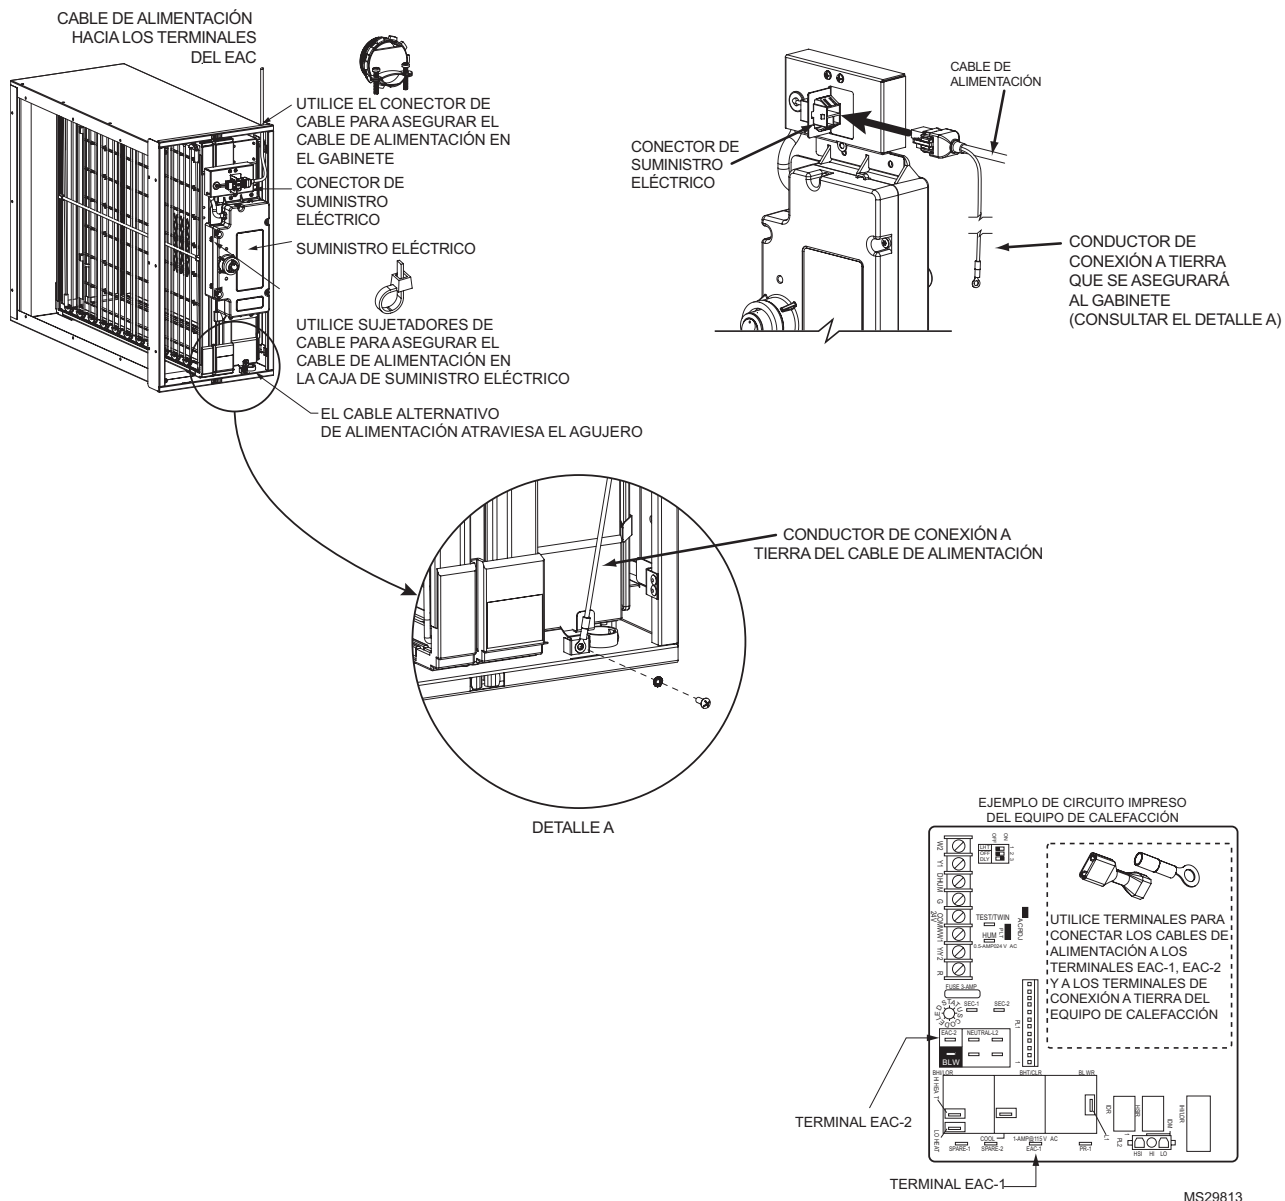

Fig. 15. Conexiones eléctricas.
- Enchufe el cable de alimentación en el conector de suministro eléctrico (ver Fig. 15).
- Con el tornillo incluido en el terminal de conexión a tierra, asegure el conductor de conexión a tierra del cable de alimentación al terminal de conexión a tierra en el gabinete (ver Fig. 15).
Modelos 1625/2025: desconecte el cable de alimentación del módulo de mejoramiento (ver Fig. 15 en la página 17).
Modelos 1625/2025: vuelva a conectar el cable de alimentación (ver Fig. 15 en la página 17).